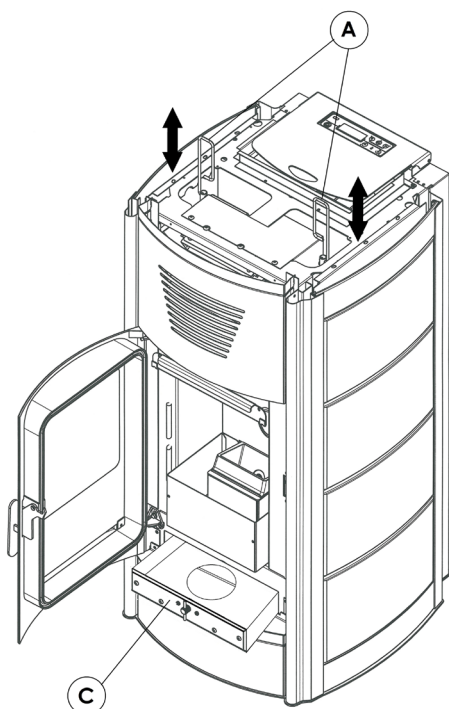
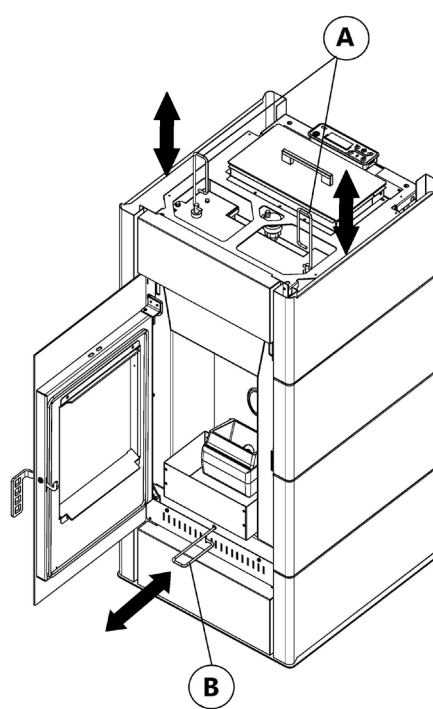

Fig. 39 - Reiniging van de interne pijpenbundel met behulp van schrapers (Aquos 15-22-22 H2O / Ibis 15-22-22 H2O / Idron 15-22-22 H2O)
Fig. 40 - Reiniging onderste lade (Ibis 11 / Idron 11)
- Reinig de pijp bundel – Beweeg, met behulp van de bijgeleverde haak, de stangen onder de top (A in **Fig. 39 op pag. 47** en **Fig. 40 op pag. 47**) 5-6 keer energiek heen en weer. Dit is bedoeld om de roetaanslag te verwijderen die zich tijdens de normale werking van de kachel opgehoopt heeft.
- Reinig de ruimte van de rookgasafvoer zie **Fig. 39 op pag. 47** voor modellen AQUOS 15-22-22 H2O / IBIS 15-22-22 H2O / IDRON 15-22-22 H2O - De kachels zijn voorzien van een verwijderbare aslade C voor het opvangen van eventuele roetaanslag en as.
- Reinig de ruimte van de rookgasafvoer zie **Fig. 40 op pag. 47** voor modellen IBIS 11 / IDRON 11 - Open de deur, koppel de bijgeleverde haak vast aan schraper B en beweeg deze 5-6 keer over de gehele lengte energiek heen en weer. Neem de haak weg en zet de stang B volledig terug in zijn zitting. Op deze manier helpt u de ventilator bij het afvoeren van eventuele roetaanslag die tijdens de reiniging van de pijpenbundel naar beneden is gevallen (na het bewegen van de stangen A moet altijd de schraper B gebruikt worden).